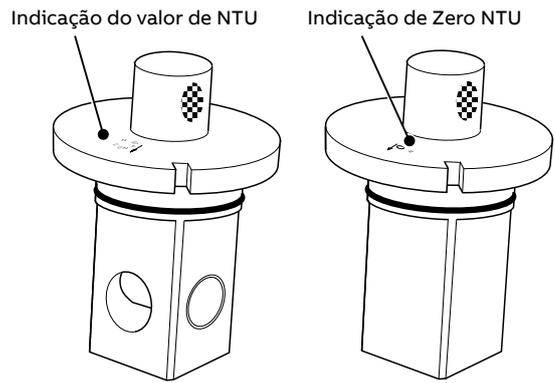
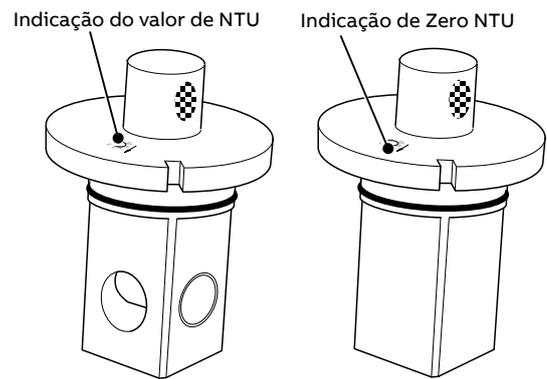
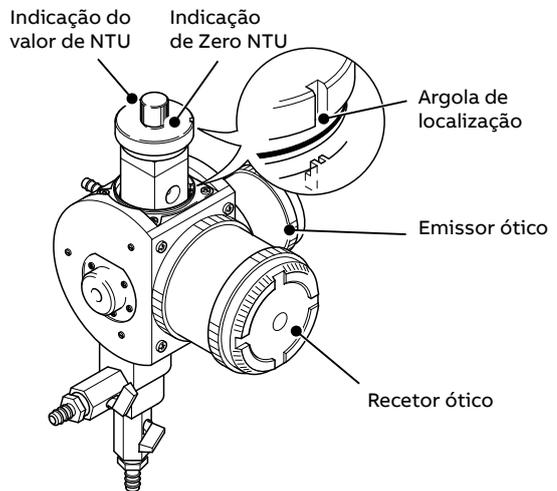

Figura 12 Norma de calibração a seco para sensores de curto alcance
Figura 13 Norma de calibração a seco para sensores de grande alcance
Figura 14 Inserir a norma a seco
- 9 Insira a norma de calibração a seco com a indicação de zero NTU (consulte Figura 12 ou Figura 13) voltada para o recetor ótico, assegurando que a argola de localização encaixa corretamente. Consulte Figura 14.